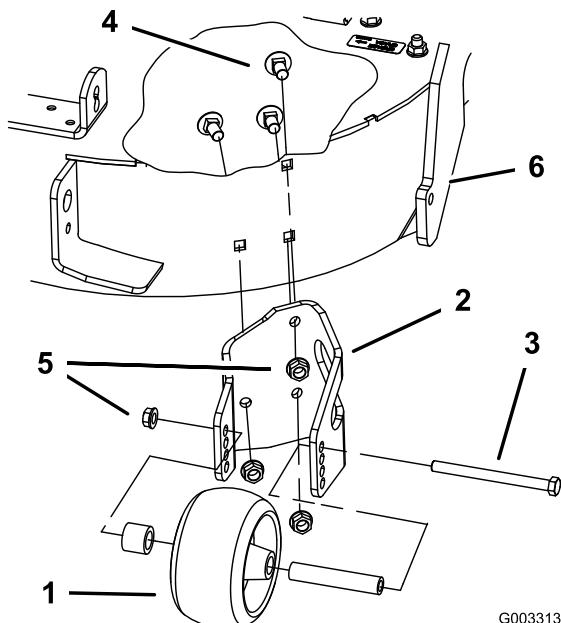

Figura 4
2. Rimuovete il rullo antistrappo dalla staffa allentando e rimuovendo il dado flangiato (3/8 poll.) e il bullone per assale (3/8 x 4-1/2 poll.) come mostrato nella Figura 4. Conservate tutta la bulloneria per un utilizzo successivo.
3. Togliete i tre bulloni a testa tonda (3/8 x 3/4 poll.) e i dadi flangiati (3/8 poll.) fissando la staffa al tosaerba (Figura 4). Conservate tutta la bulloneria per un utilizzo successivo.